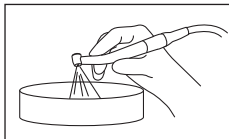

Fig. 9
- 4) Faites fonctionner la pièce à main du côté fauteuil pendant au moins 20 secondes afin de purger tout liquide présent dans la pièce à main (Fig. 9).